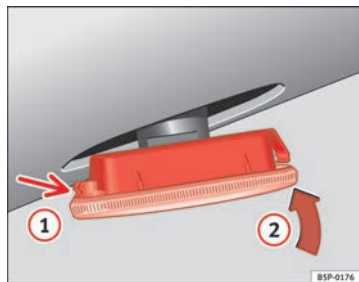

Abb. 197 Seitlicher Blinker
⇒ Abb. 197, Pfeil ①.
- Setzen Sie die Lampe in Richtung Pfeil ② ⇒ Abb. 197 ein. ■